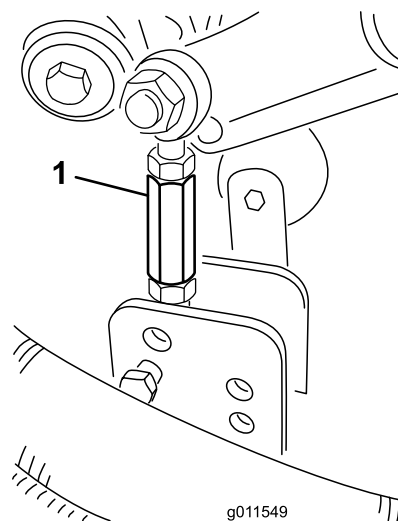
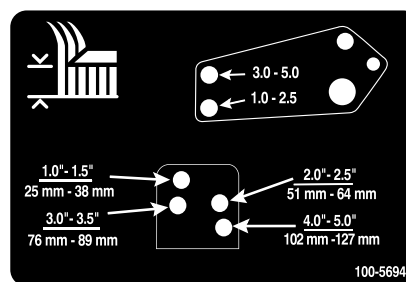

Рисунок 25
Рисунок 26
8. Расшплинтуйте и снимите штифты с отверстиями, которые крепят тяги демпферов к кронштейнам режущих блоков (Рисунок 25). Совместите отверстия тяг демпферов с выбранными отверстиями кронштейнов высоты скашивания в раме режущего блока (Рисунок 26), вставьте штифты с отверстиями и установите шпильки.